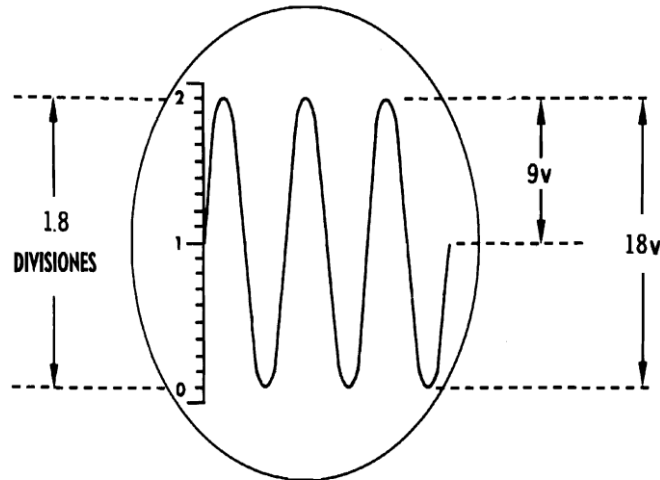

Fig. 25-1
3. Si el osciloscopio tiene calibración interna, estudie el manual para hacer los ajustes apropiados. El osciloscopio se puede calibrar con una tensión conocida de entrada como la usada en el experimento 2. Con 6.3 Vca aplicados al osciloscopio, ajuste el control de "GANANCIA VERTICAL" hasta que la onda se extienda un cierto número de divisiones en la cuadrícula de la pantalla (gratícula). Por ejemplo, a 4 volts por centímetro en la escala gratícula, 1.8 divisiones es igual a 7.2 volts. Vea la Fig. 25-1.